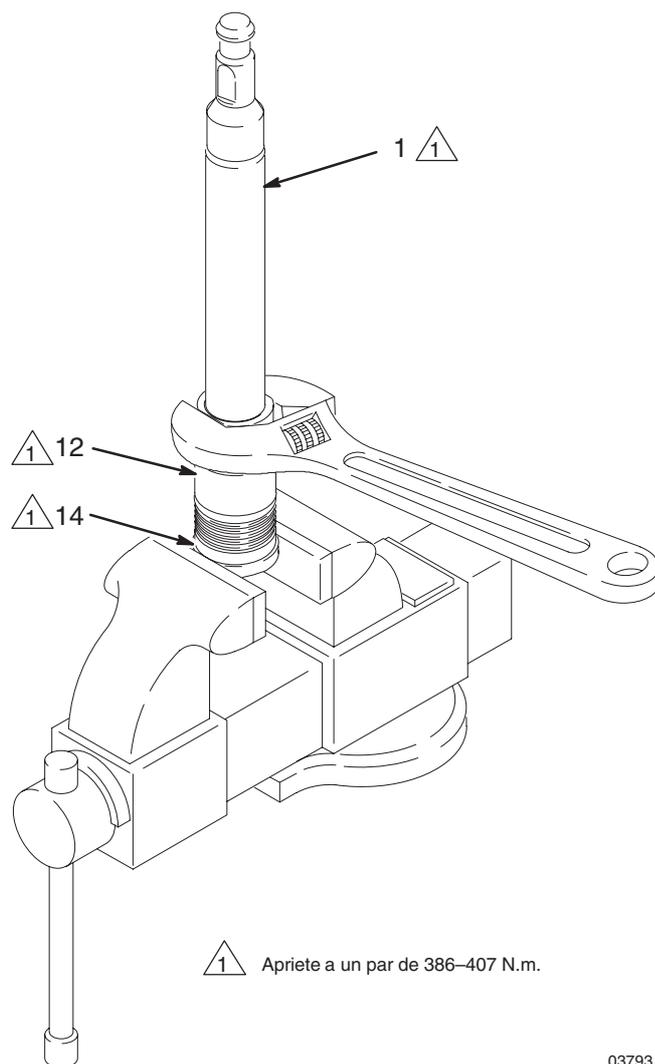

Fig. 7
7. Ilumine el interior del cilindro (11) para inspeccionar su superficie interna en busca de muescas o desgaste. Saque las juntas tóricas (10) del cilindro.
8. Coloque las partes planas del alojamiento de asiento del pistón (14) en un torno de banco, como muestra la Fig. 7. Utilice una llave ajustable para destornillar el alojamiento de la bola del pistón (12) del alojamiento de asiento del pistón. Preste atención y recoja la bola del pistón (13) cuando separe los alojamiento de asiento del pistón y de la bola, evitando que ésta pueda caerse y sufrir daños.
3. Coloque el alojamiento de asiento del pistón (14) en un torno de banco, sujetándolo por sus partes planas. Coloque la bola (13\*) en el asiento del pistón (E). Atornille a la mano el alojamiento de la bola del pistón (12) al alojamiento de asiento del pistón, y luego aplique un par de 386–407 N.m. Vea la Fig. 7.